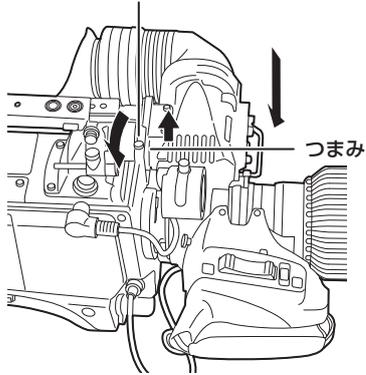

図 1
- 2 取り付けプレートをつまみを引き上げ、プレートをスライドさせてビューファインダーを取り付ける。(図 1)